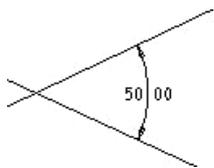

图 2-41 标注角度
(1) 单击尺寸标注按钮 ，进入尺寸标注操作。
(2) 单击两条边线，然后在两线中间的任意一点处单击鼠标中键，完成两线间夹角的标注，如图 2-41 所示。